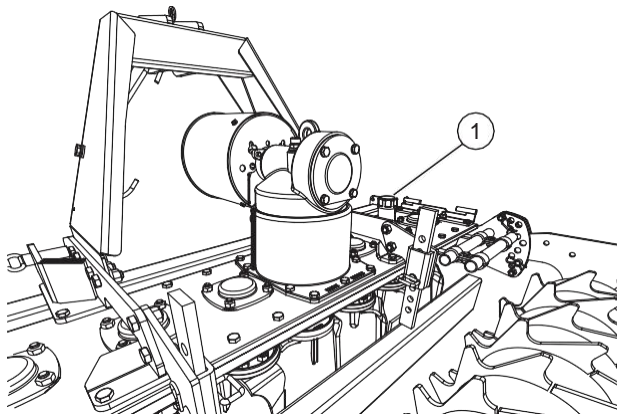

FIG. 27
Lossa oljepåfyllningslocket på tråget (1, "fig. 27"). Rätt nivå är 1 cm under övre ytan på rotorerna kugghjul.
- Lossa oljepåfyllningslocket ("fig. 27").
- Dra fast oljeavtappningspluggen (3).